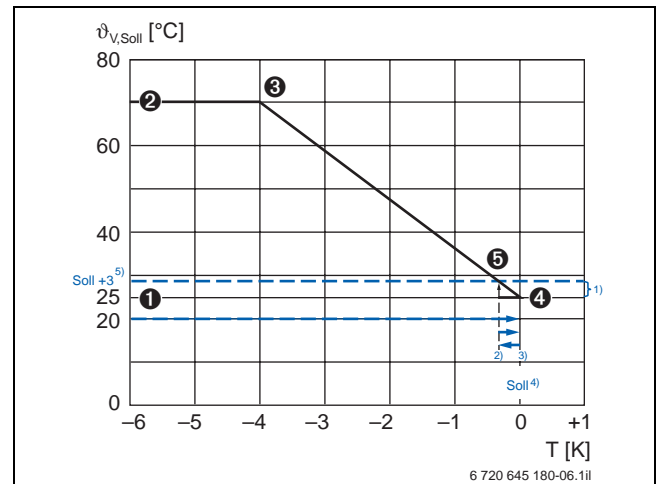

Bild 6 Heizkurve für eine raumtemperaturgeführte Regelung
Die Heizkurve (→ Bild 6) wird über eine minimale Vorlauftemperatur (Raumtemperatur-Sollwert +5 K) ❶ und eine maximale Vorlauftemperatur (einstellbare Heizkreis-Maximaltemperatur) ❷ definiert. Der Regelbereich, bezogen auf die Raumsolltemperatur, liegt zwischen -4 K für die Maximaltemperatur ❸ und 0 K für die